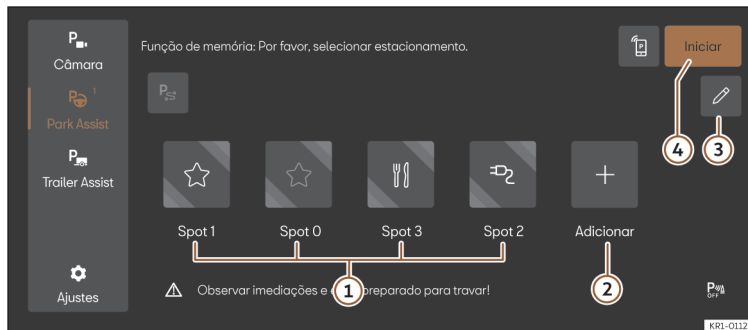

Fig. 146 Representação esquemática: menu do Sistema de estacionamento com função memória.
4. Selecione o botão de função, atribua o símbolo desejado (**>>> Fig. 146 ①**) e confirme-o.
2. Se for necessário, pressione o ícone do lugar de estacionamento disponível no menu do Sistema de estacionamento >>> **Fig. 146 ①**. O botão de função será exibido na cor cobre.
3. Pressione o botão **Iniciar** >>> **Fig. 146 ④**.